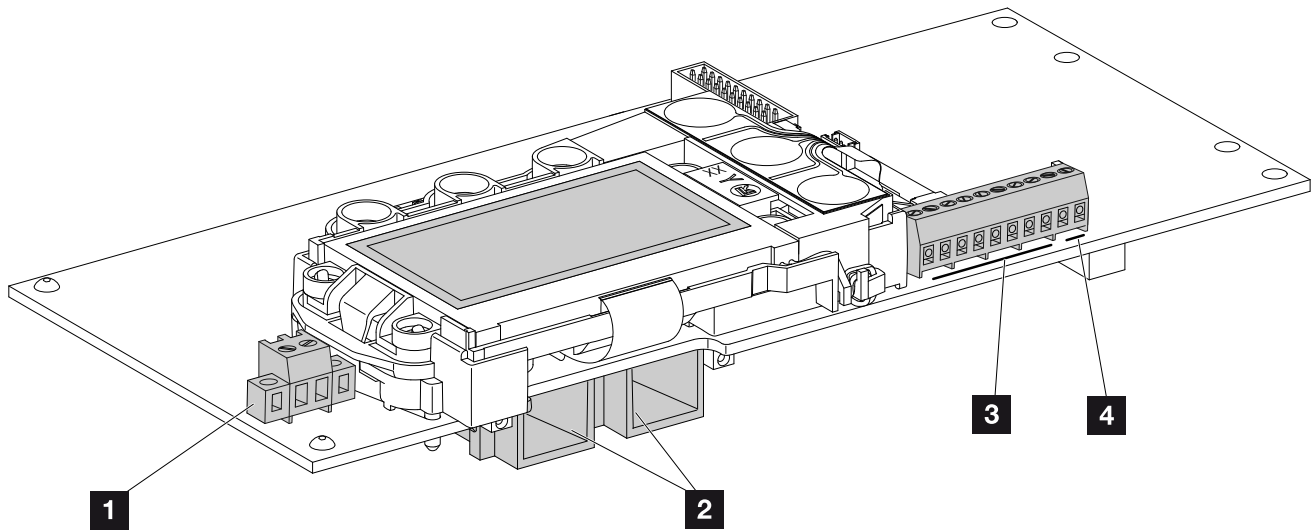

Fig. 38: Kommunikationsboardets komponenter
6. Isæt DC-strengenes bøsninger og stik ved vekselstrømsomformeren. **Fig. 38**